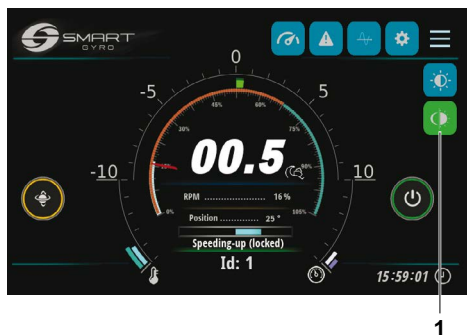

Figura 5
5. Premere l'icona di selezione notte/giorno (Figura 5, (1)) per selezionare la velocità di funzionamento desiderata.